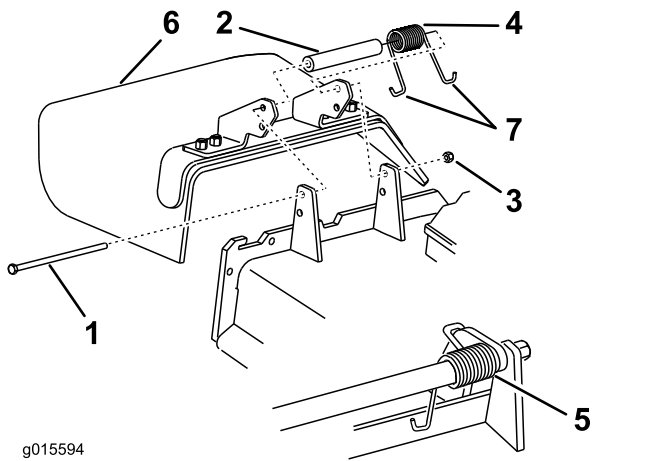

Figura 97
1. Retire la contratuerca, el perno, el muelle y el espaciador que sujetan el deflector a los soportes de pivote (Figura 97).
2. Retire el deflector de hierba dañado o desgastado (Figura 97).
Nota: Asegúrese de colocar un extremo con gancho en J del muelle detrás del reborde de la carcasa antes de instalar el perno, según se muestra en Figura 97.
6. Coloque 1 extremo en J del muelle alrededor del deflector de hierba (Figura 97).